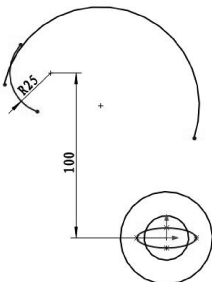

图 2-38 绘制圆弧 2
- 06 利用【圆心/起/终点画弧】命令,绘制如图 2-38 所示的圆弧 2。